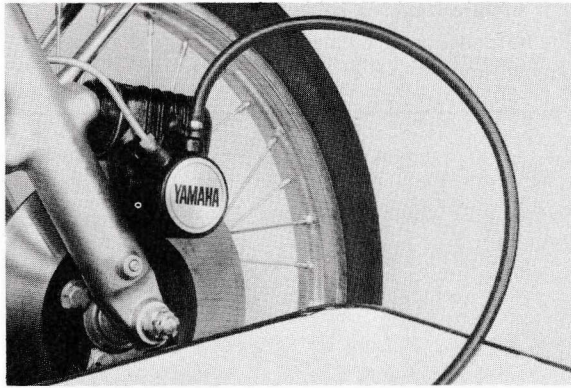

Fig. 3-3-49
- 2) Ta bort gummilocket från avtappningsskruven och anslut ett vinylrör till skruven. Nedsänk den andra ändan av vinylröret i en behållare som är halvfylld med ren bromsolja. (Fig. 3-3-49)
- 2) Gummikappen fjernes fra luftskruen, og et plastikrør forbindes til skruen. Sænk plastikrørets anden ende ned i beholderen, der er halv fyldt med ren bremsevæske. (Fig. 3-3-49)